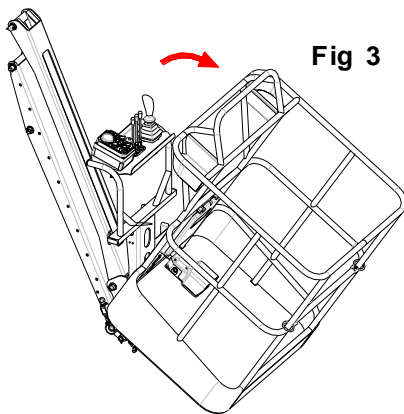

Fig 3
- Korb so kippen, dass die hydraulischen und elektrischen Steuerelemente frei gelegt und beim Herausnehmen nicht beschädigt werden. (Abb. 3 und 4).